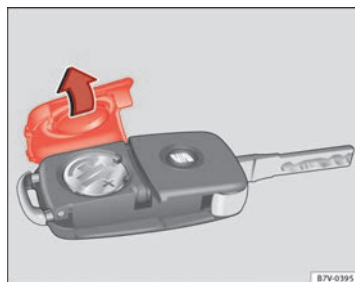

Fig. 15 Chave do veículo:
- Retire a tampa da parte traseira da chave do veículo ⇒ Fig. 15 na direcção da seta ⇒ ①.
- Coloque a tampa na carcaça da chave do veículo, pressionando-a tal como se mostra ⇒ Fig. 15, no sentido contrário ao da seta, até que encaixe.